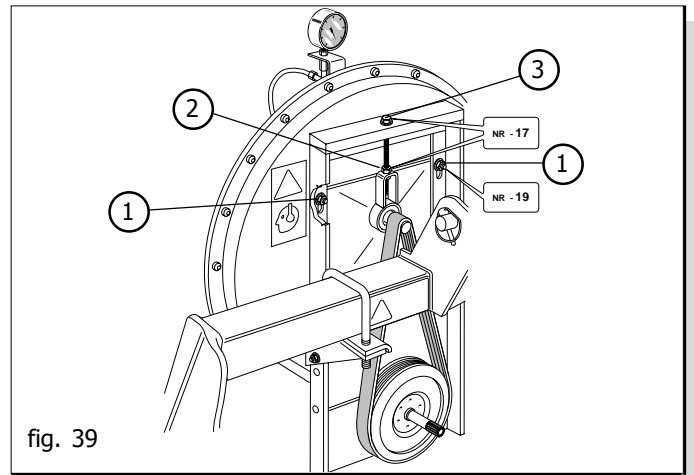

fig. 39
L'aspiratore (Fig. 39) crea il vuoto all'interno dei distributori, permettendo che i semi vengano risucchiati sui fori del disco. Determinante per il rendimento dell'aspiratore, e perciò per la buona riuscita della semina, è la tensione e lo stato di deterioramento della cinghia.
- Allentare le viti (1 Fig. 39);
- Allentare il dado (2 Fig. 39);
- Mettere in trazione la cinghia serrando la vite (3 Fig. 39);
- Controllare la tensione della cinghie dell'aspiratore (Fig. 39).